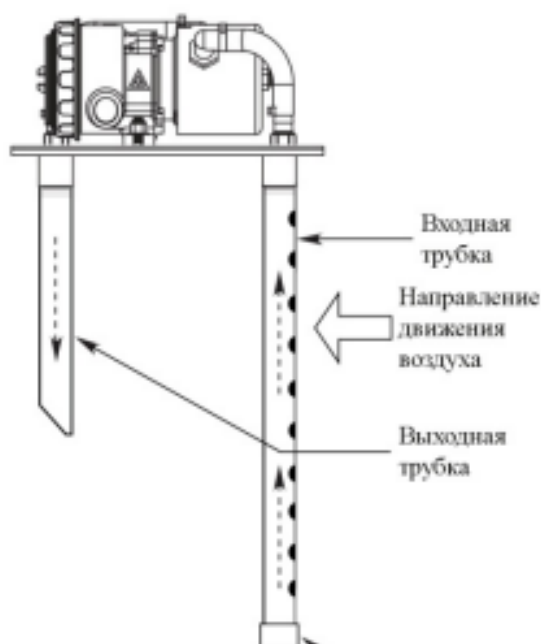

Рисунок 11 – Направление движения воздуха
- Прикрутить выходную трубку к монтажной пластине так, чтобы срезанный конец трубки был направлен по потоку воздуха (см. рисунок 11). Зафиксировать трубку специальным клеем после окончательной регулировки.